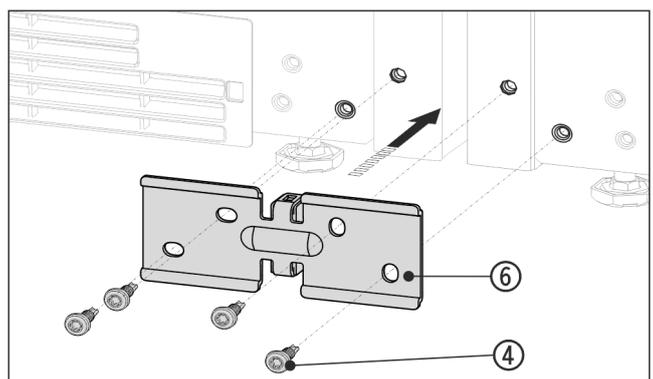

Fig. 18 Beispielhafte Darstellung
- ▶ Winkel Fig. 18 (6) mit dem Distanzstück zwischen die Geräte schieben und mit 4 Schrauben Fig. 18 (4) lose anschrauben.